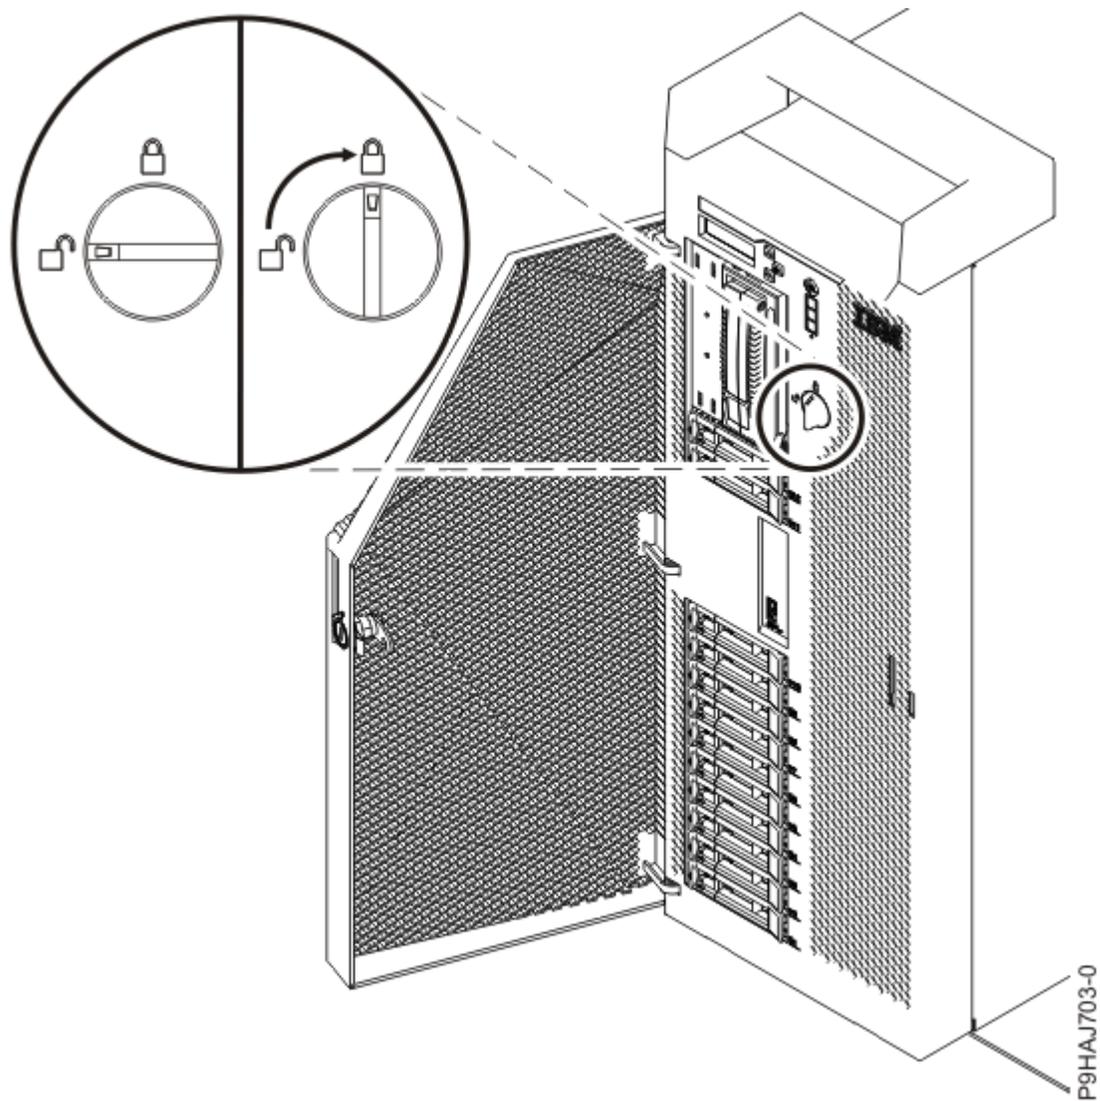

Figura 91. Cierre del pestillo de la cubierta frontal
- d) Gire el pestillo de la cubierta hacia la derecha (en el sentido de las agujas del reloj) para bloquear la cubierta tal como se muestra en la Figura 91 en la página 96.